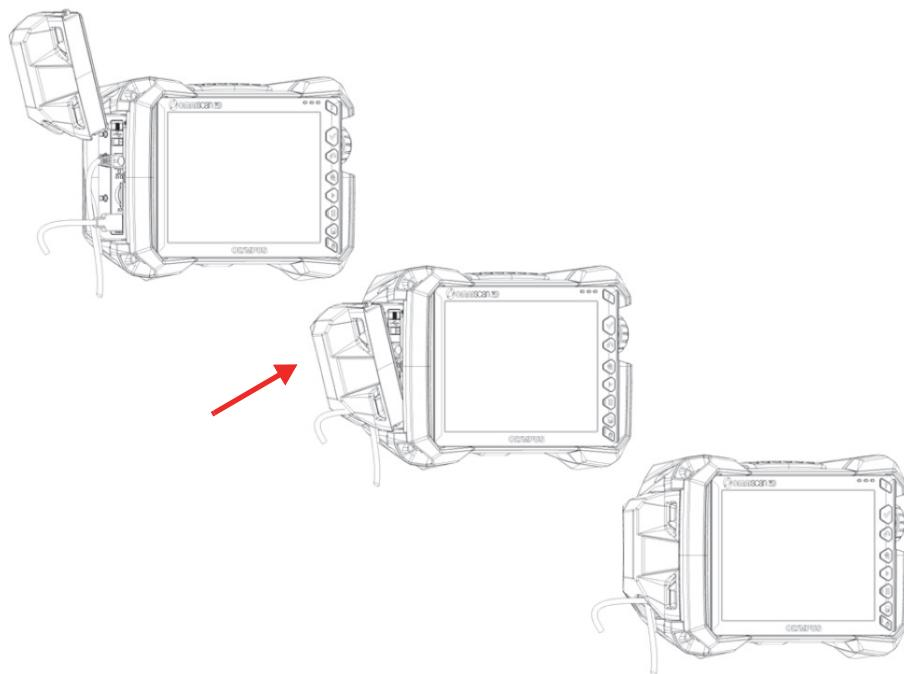

図 2-12 専用ドアのロック方法
- 専用ドアを確実にロックしてください (38 ページの図 2-12)。